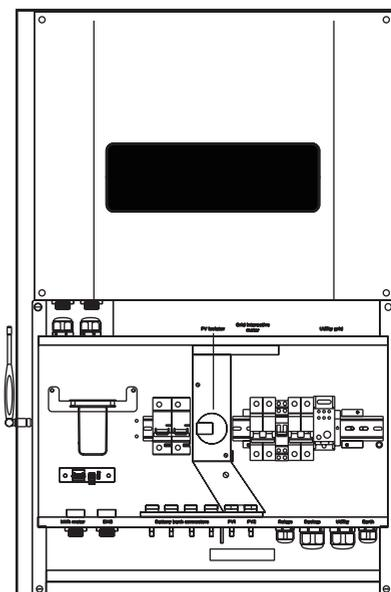

Figura 7: Montaje del inversor
- Atornille la antena al conector SMA de la parte izquierda del inversor, tal y como se muestra en la Figura 7.